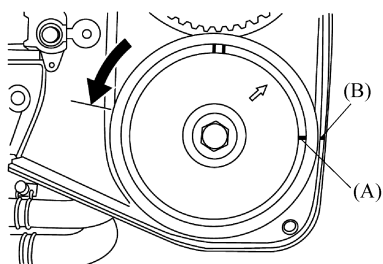

图 7-5 对准左排气凸轮轴带轮上标记
④ 通过逆时针(从发动机前端看)旋转带轮,对准排气凸轮轴正时带轮(左侧)上的单线标记(A)和正时带罩上的切口(B),如图7-5所示。